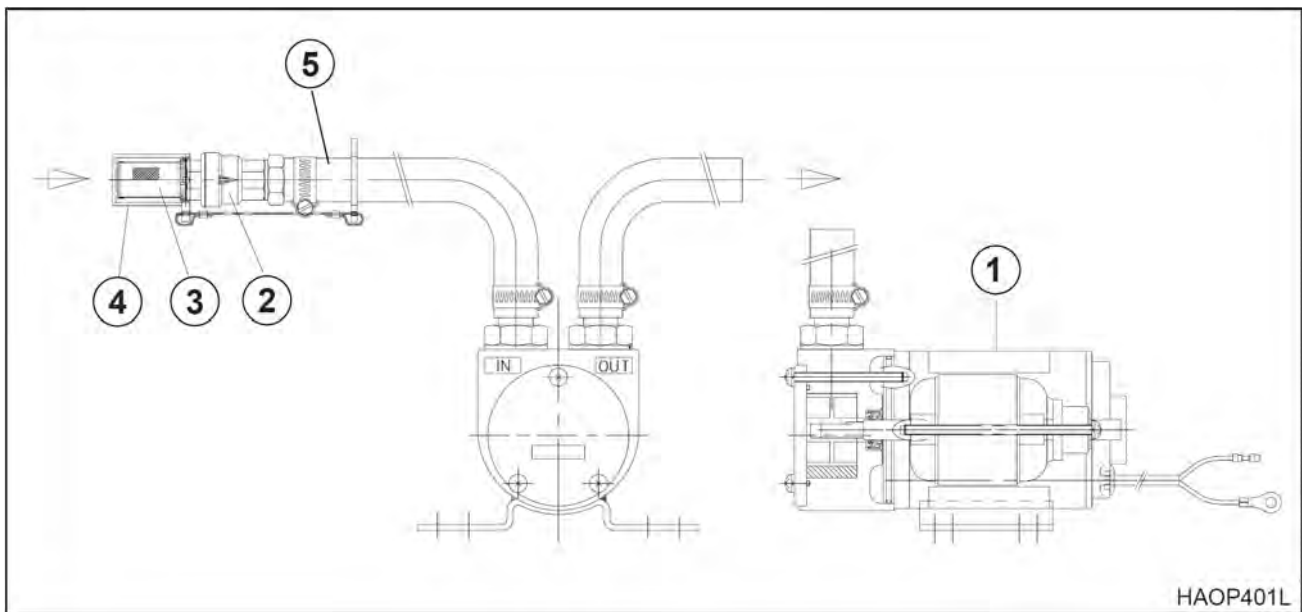

Рис. 90
1. Снять колпачок (4, рис. 90) фильтра грубой очистки на конце впускного шланга.
2. Вставить впускной шланг (5, рис. 90) в емкость с топливом для дозаправки.